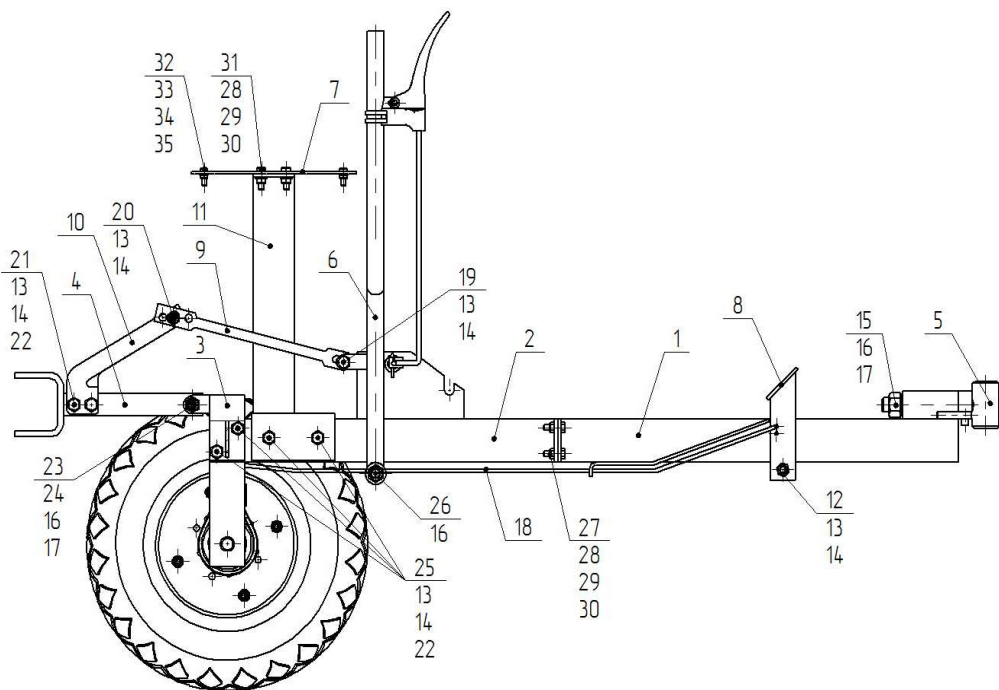

Рис.1
3.1 Общий вид адаптера представлен на рис.1. Адаптер является одноосным, не подпрессоренным изделием для установки различного навесного оборудования, а также разгрузки пользователя и облегчения его труда. Основные узлы адаптера: рама прицеп с упорами для ног; труба задняя; сиденье; колеса; ручка; хвостовик; тормозная система; сцепка. Рама прицеп адаптера представляет собой сварную конструкцию из труб прямоугольного сечения из 2х частей (труба дышла передняя, труба дышла задняя) соединенных между собой болтами, на которую монтируется посадочное место оператора (сиденье) и сцепка. Сцепка свободно поворачивается относительно продольной оси, поворот ограничивается упорами. Ходовая часть состоит из трубы задней прямоугольного сечения с приваренными осями для крепления ступиц колес, которые устанавливаются на подшипники качения. К трубе задней крепится хвостовик для монтажа различных навесных орудий используемых при возделывании и обработке почвы.